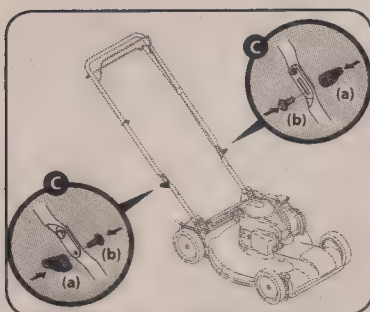

Figura 2-5
- c. Vuelva a colocar las perillas de aleta (a) y los pernos de carro (b) retirados en el paso 2 en los orificios inferiores de la manija como se muestra en la Figura 2-5.